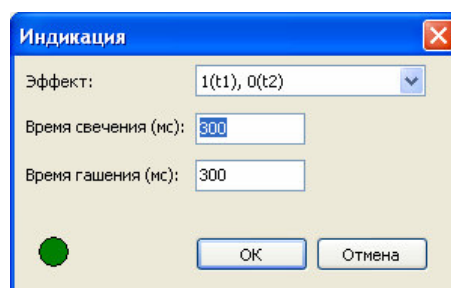

Рисунок 10 – Окно настройки режима индикации
- Установка режима индикации – значения временных интервалов гашения и свечения индикатора для различных режимов индикации. В нижней части окна отображается текст, описывающий назначение выбранного (левой клавишей мыши) режима. Для модификации режима дважды щелкните левой клавишей мыши по строке выбранного режима. В появившемся окне (рисунок 10) выберите эффект - последовательность интервалов свечения (t_1) и гашения (t_2), установите время свечения t_1 (мс) и гашения t_2 (мс). В окне «Индикация» имитируется выбранный режим свечения.